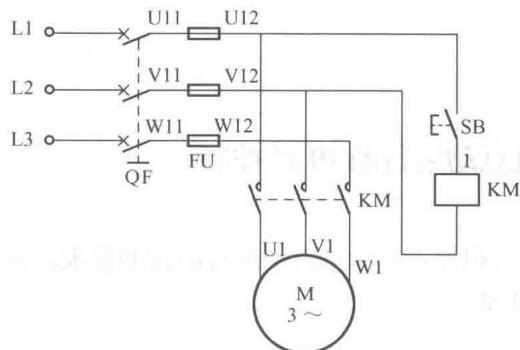

图 1-1 三相异步电动机点动运行的继电器-接触器控制电路原理图
1) 绘制工程电路原理图。三相异步电动机点动运行的继电器-接触器控制电路原理图如图 1-1 所示。
三相异步电动机点动控制原理如图 1-1 所示, 其工作过程是: 当合上 QF 时, 电动机不会起动运转, 因为这时接触器 KM 的线圈未通电, 它的主触头处在断开状态, 电动机 M 的定子绕组上没有电压。当按下按钮 SB 时, 线圈 KM 通电, 主电路中的 KM 主触头闭合, 电动机起动运转。当松开按钮 SB 时, 线圈 KM 失电, 从而使主触头断开, 切断电动机 M 的电源, 电动机随即停转。这种按下按钮电动机运转、松开按钮即停转的电路, 称为点动控制电路。这种电路常用于快速移动控制或调整机床。
图 1-1 所示的继电器-接触器控制电路由各种不同的电气元件组成。电器是所有电工器械的简称, 对电能的生产、输送、分配和使用起控制、调节、检测、转换及保护作用。我国现行标准将工作在交流 50Hz 或 60Hz、额定电压 1200V 及以下和直流额定电压 1500V 及以下电路中的电器统称为低压电器。低压电器种类繁多、结构各异、用途不同, 随着科学技术的不断发展, 它将会向着体积小、质量轻、安全可靠、使用方便及性价比高方向发展。